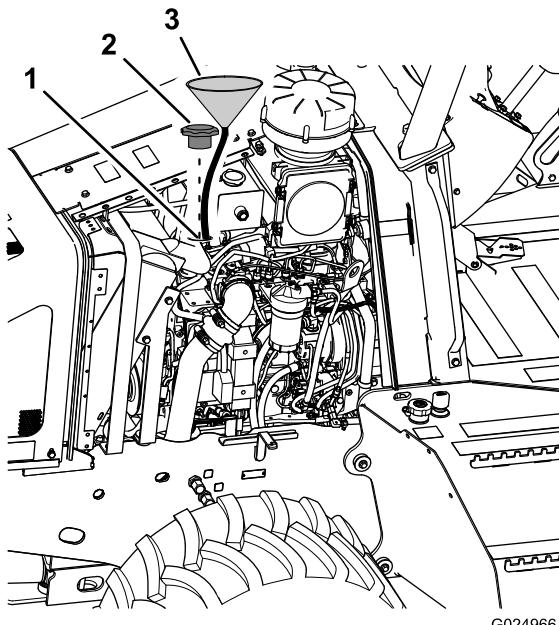

Figura 70
5. Togliete il tappo dal raccordo di spurgo e lasciate defluire completamente l'olio (Figura 70).
Nota: La rimozione del tappo di riempimento dell'olio dal coperchio della valvola consente un migliore drenaggio dell'olio del motore (Figura 70).